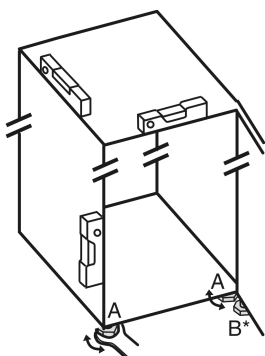

Fig. 8
- ▶ Відкручуйте ніжки Fig. 8 (A) наявним у комплекті гайковим ключем із відкритим зівом і за допомогою рівня, доки пристрій не стоятиме рівно на поверхні та його не буде вирівняно.
- ▶ Відкручуйте регульовану ніжку Fig. 8 (B) наявним у комплекті гайковим ключем із відкритим зівом, доки вона не прилягатиме до підлоги.
- ▶ Поверніть регульовану ніжку Fig. 8 (B) ще на 90°.